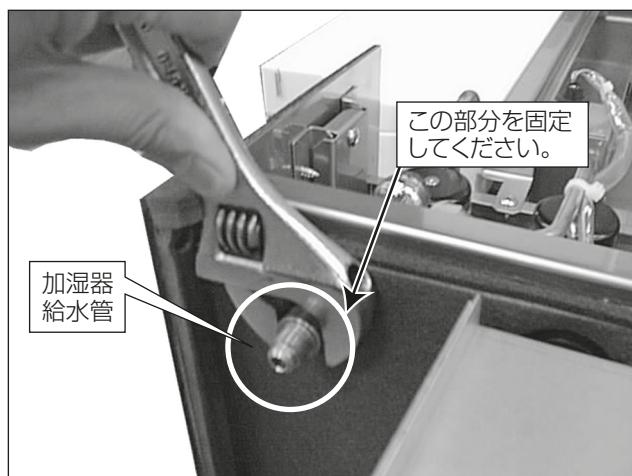

図29
- 給水配管(現地手配)を接続する際は必ず加湿器カバーを外し、図29の加湿器給水管の指定部分をスパナ等の工具を用いて固定して作業するようにしてください。固定しないと加湿器内の配管が破損するおそれがあります。